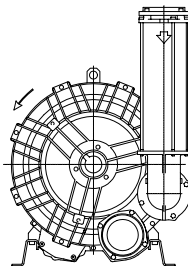
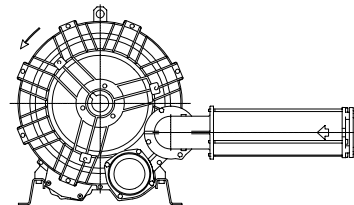
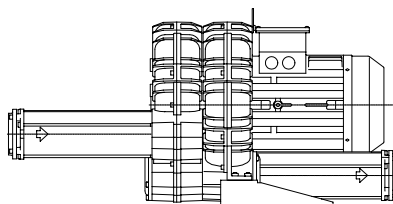

Fig.2
Fig.3
Fig. 4 Versión sin colector a 90°
3. Individuar la disposición que le interesa; fig.2, fig.3, fig.4.
Utilización del soplador sin el colector a 90° : (ref.: Fig.2 - silenciador en línea)